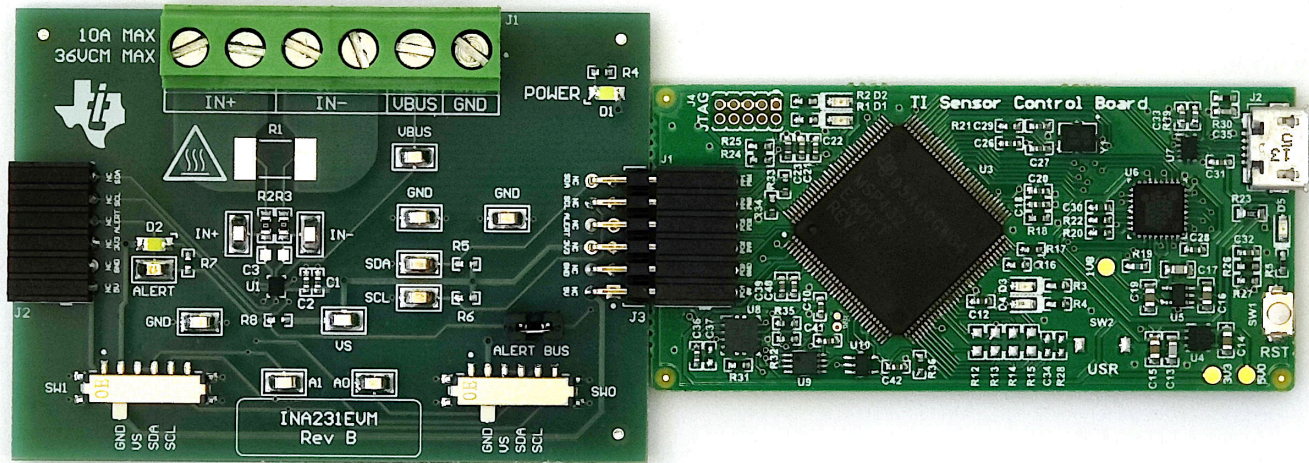

图 2-1. EVM (左) 连接到 SCB 控制器 (右)
- 如 图 2-1 所示，将 EVM 连接到 SCB 控制器。
若要将 EVM 和 SCB 控制器 (单独销售) 搭配使用, 如图 2-1 所示连接 EVM。